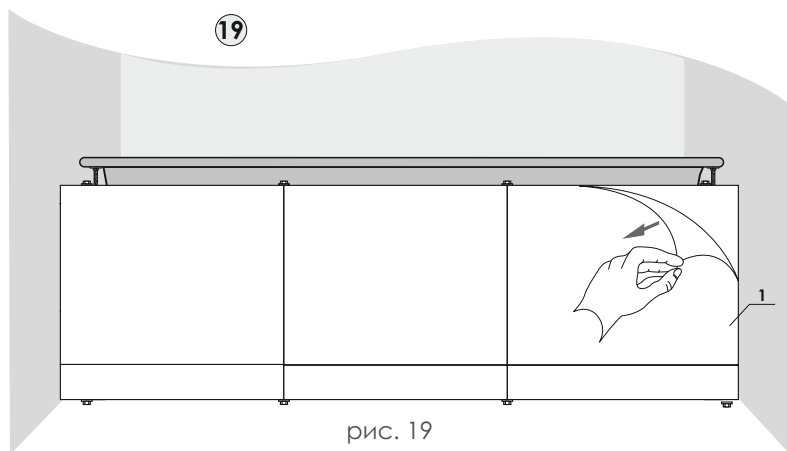

рис. 19
19. Установите выдвижной ящик (рис.19).